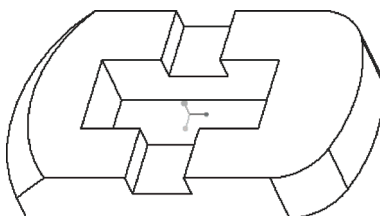

图 8-60 移除选定的倒角
- 8) 在“编辑倒角”选项卡中选中“移除倒角”复选框, 单击 (完成) 按钮, 结果如图 8-60 所示。